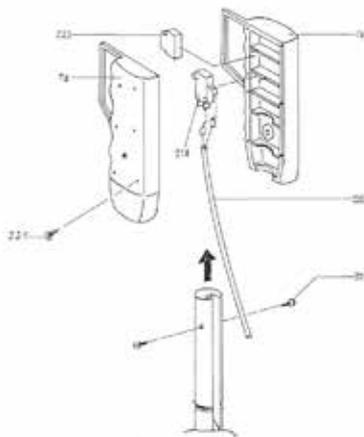

Fig. 9 Montage de la poignée de commande
3. Fixez la machine au moyen de tirants d'ancrage (Fig. 9).
2. Pour le montage de la poignée de commande, branchez les attaches du câble (220) au microinterrupteur (218), et insérez le microinterrupteur dans la moitié gauche de la poignée (Fig. 9).
3. Insérez le bouton (222) et le bras de levier (22) dans la poignée et fixez la poignée au moyen des vis (221 et 219). Veillez à ce que le câble se glisse dans le renforcement du bras de levier (22). Éliminez les éventuelles bavures et arrondissez les bords tranchants (Fig. 9).